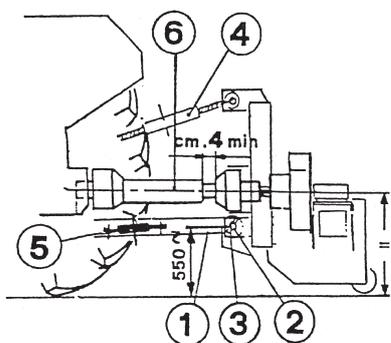
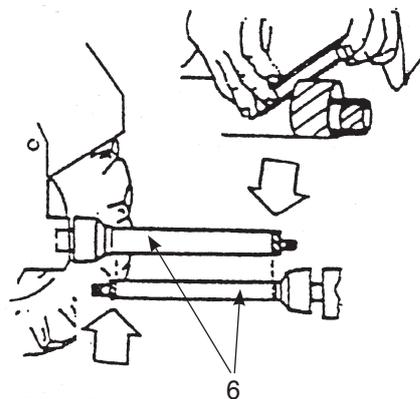

Fig. 12
Fig. 13
Nach Durchführung der im vorigen Abschnitt beschriebenen Vorgänge die Gelenkwelle (6) anbauen und kontrollieren, dass das Maß der Überlappung nicht unter  $\frac{1}{3}$  des Hubs bei geschlossener Gelenkwelle liegt, indem man auf jeden Fall ein minimales Spiel von 4 cm gewährt (Fig. 12). Falls verkürzt werden muß, ist vorzugehen wie in (Fig.13) dargestellt.
- Um am Trägerfahrzeug anzukuppeln (FIG.12), nähern Sie beide Arme der hydraulischen Hebevorrichtung des Trägerfahrzeugs (1) dem Seitenmulcher, wo sich die Bolzenkupplungen befinden.
- Setzen Sie beide Bolzen (2) mit den entsprechenden Sicherheitssplint (3) ein.
- Setzen Sie den Oberlenker (4) ein und schließen Sie die Gelenkwelle (6) an.